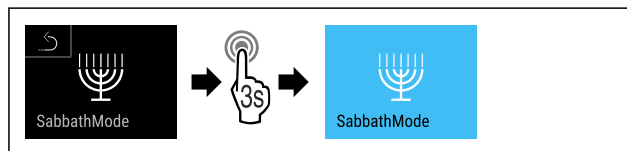

Fig. 15
- ▶ Izvedite zahtevane korake (glejte Fig. 15).